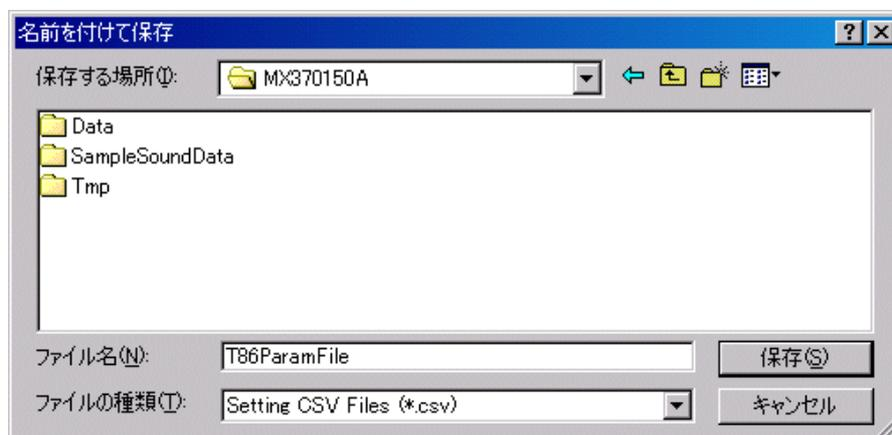

図 4.4.1-1 パラメータ保存画面
- (1) **【ファイル(E)】**メニューの**【パラメータ保存(S)】**またはツールバーの  をクリックすると、図 4.4.1-1 に示すようなパラメータ保存画面が表示されます。パラメータ保存ファイルには試験項目、シーケンス、情報要素の設定内容とシナリオファイル名が保存されます。
- (2) **【ファイル名(N)】**ボックスに任意の名前を入力し、**【保存(S)】**ボタンをクリックすると、パラメータファイルが保存されます。